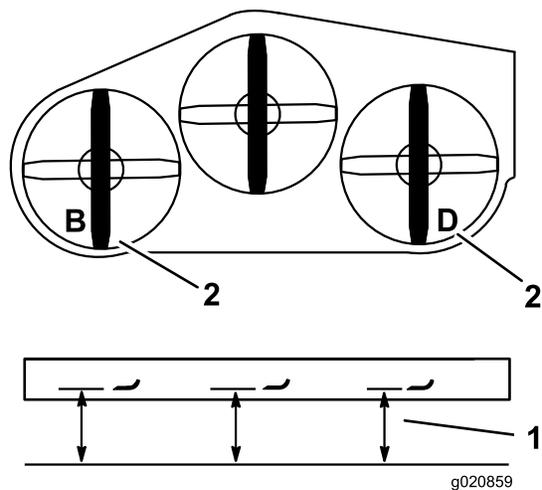

Figura 84
- Misurate la lama sinistra al punto B da una superficie piana fino al tagliente della punta della lama e annotate la misura rilevata (Figura 84).
- Misurate la lama destra al punto D da una superficie piana fino al tagliente della punta della lama e annotate la misura rilevata (Figura 84).
**Nota:** La differenza tra la misurazione eseguita al punto B non deve superare la misurazione al punto D di oltre 3 mm (Figura 84). In caso contrario eseguite la seguente operazione.